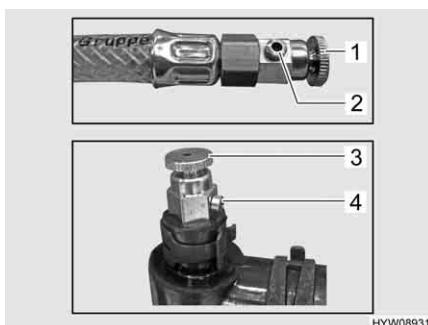

Fig. 176 Valvole di sfiato (riscaldamento ad acqua calda)
- Aprire la valvola di sfiato (Fig. 176,1 o 3) e lasciarla aperta finché non esce più aria dall'apertura della valvola (Fig. 176,2 o 4).